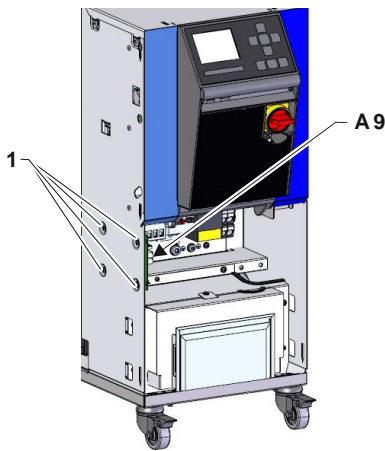

Abb. 1.: Elektroteil HB200/230Z2B
- 4x Schrauben (Kennzeichnung 1 → Abb. 1) am Elektroteil entfernen
- Neue DFM-53 (A 9) im Elektroteil anbringen und mit 4x Schrauben (Kennzeichnung 1 → Abb. 1) befestigen.